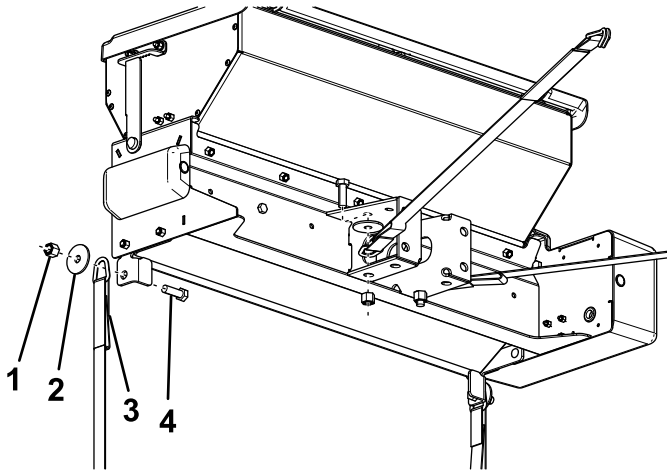

Bild 18
- Befestigen Sie die Spanngurte mit vier Schrauben ($\frac{1}{2}$ " x $1\frac{1}{2}$ "), Unterlegscheiben ($\frac{1}{2}$ "") und Sicherungsmuttern ($\frac{1}{2}$ "") am Streuer, wie in Bild 18 abgebildet.